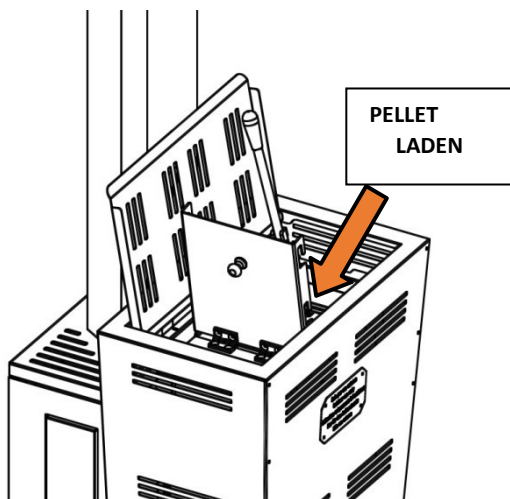

Abb. 11
- Den Deckel **B** anheben und Pellets in den Behälter füllen (Abb.11)